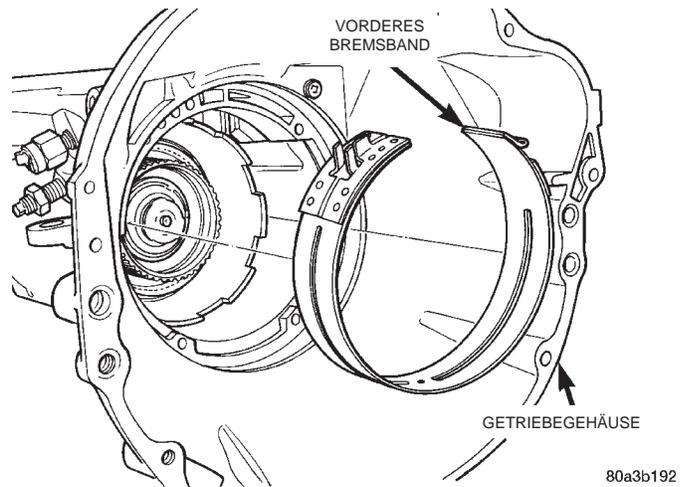

Abb. 78 Vorderes Bremsband
(22) Vorderes Bremsband aus dem Getriebegehäuse herausnehmen (Abb. 78).
(23) Gehäusefortsatz vom Getriebegehäuse abbauen.
(24) Reglergehäuse und Parksperrenzahnkranz von der Abtriebswelle abbauen.